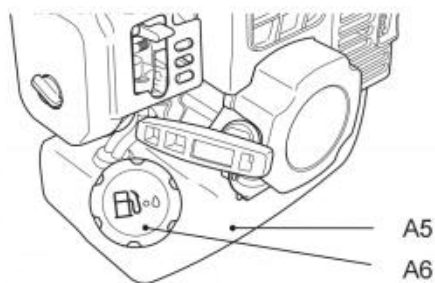

Fig. 25
7. Den Tankdeckel (A6) abschrauben und abnehmen (Abb. 25).